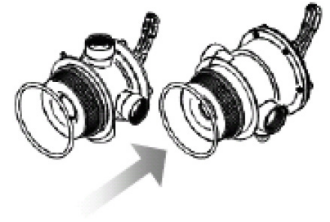

Fig. 8
4. Nun nehmen Sie das Mehrwegeventil und montieren von unten die Dichtung (Fig. 8).